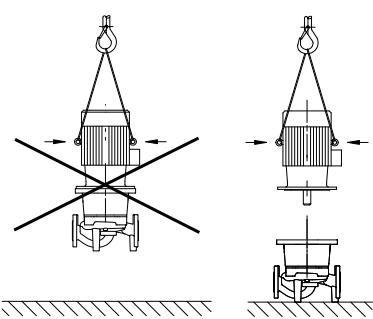

Fig. 20 : Transport du moteur
- N'utiliser les œillets de levage que pour le transport du moteur et non de la pompe complète (Fig. 20).